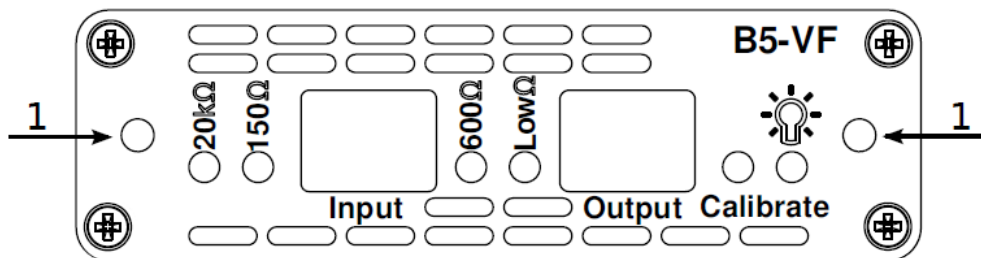

Рисунок 5.1. Передняя панель модуля B5-VF
4. Подать сигнал с разъёма «Output» модуля В5-VF (см. рис. 5.1) на вход объекта.